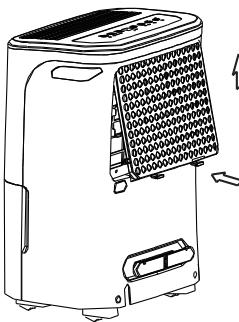

Fig. 10
- Inserire il filtro dell'aria nell'unità dall'alto inferiore al lato superiore. Vedi Fig.10.